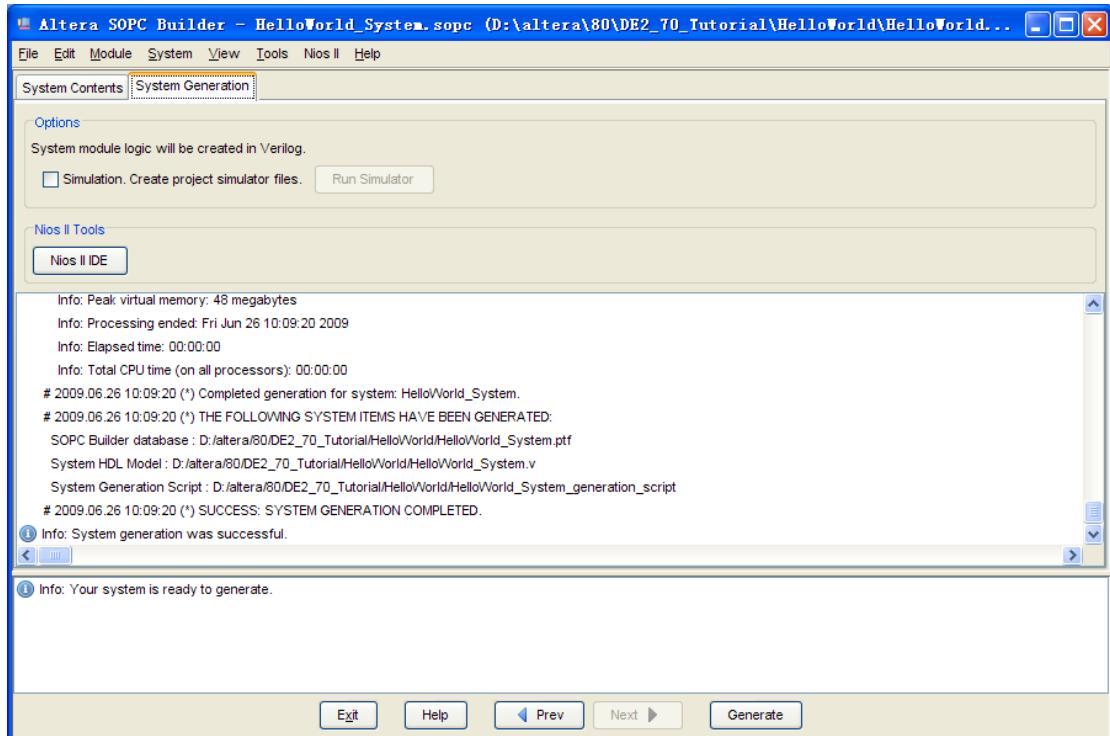

图 6-8 生成系统
9. 生成系统。通过点击下方 Generate 完成, 如图 6-8。